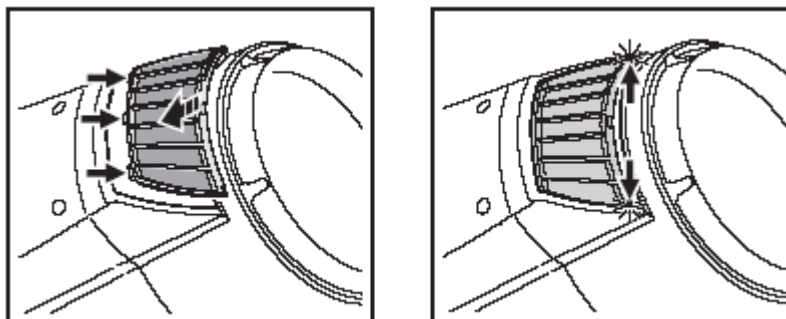

Рисунок 19. Обратная установка воздушных фильтров головной части
6. См. рисунок 19. Вставьте три язычка в держатели фильтра головной части на свои места в головной части, слегка зажмите дальние углы держателя фильтров вместе и с нажимом вставьте их в головную часть, пока они с щелчком не встанут на место.